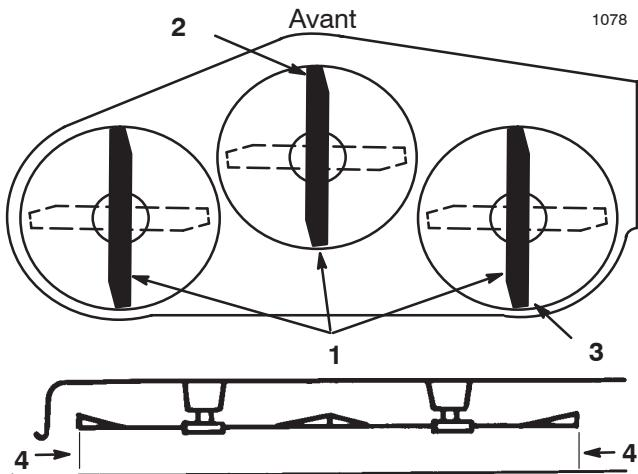

Figure 42
- Réglez la hauteur de coupe à 76 mm (3 pouces) et tournez les lames avec précaution dans le sens longitudinal (Fig. 42).
- Mesurez la distance entre la pointe de la lame avant (Fig. 42) et la pointe de la lame arrière par rapport à la surface plane. Si la pointe avant de la lame n'est pas de 1,6 à 7,9 mm (1/16 à 5/16 pouce) plus basse que la pointe arrière, réglez les tourillons avant.
- Lorsque les deux tourillons sont réglés de la même manière, fixez les chapes en place à l'aide des goupilles fendues. Vérifiez de nouveau l'inclinaison avant/arrière. Poursuivez le réglage des chapes jusqu'à ce que la pointe avant de la lame soit de 1,6 à 7,9 mm (1/16 à 5/16 pouce) plus basse que la pointe arrière (Fig. 42).